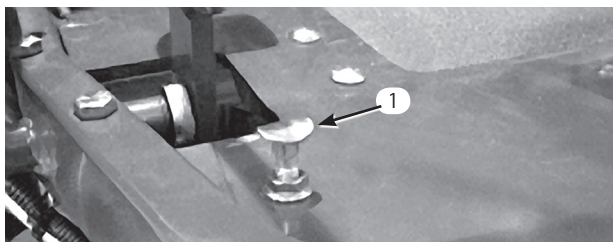

図52
(図52) に当たる場合には調整が必要です。
1. モードレバーを「移動走行」位置にセットし、ペダルストップを固定しているロックナットをゆるめる (図52)。